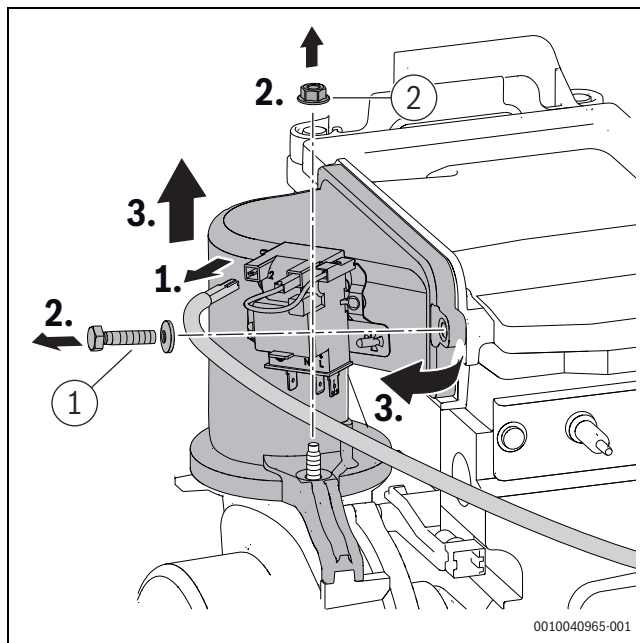

Bild 212 Mischeinrichtung ausbauen
- Schraube und Mutter ([1] und [2], Bild 212) an der Mischeinrichtung mit 5,5+0,5 Nm festziehen.